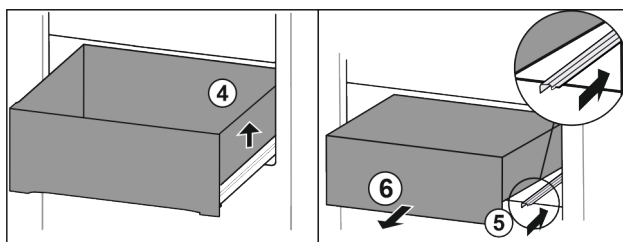

Fig. 20
- ▶ Nadvihnite zásuvku doprava. Fig. 20 (4)
- ▶ Zasuňte pravú koľajničku. Fig. 20 (5)
- ▶ Odoberte zásuvku dopredu. Fig. 20 (6)